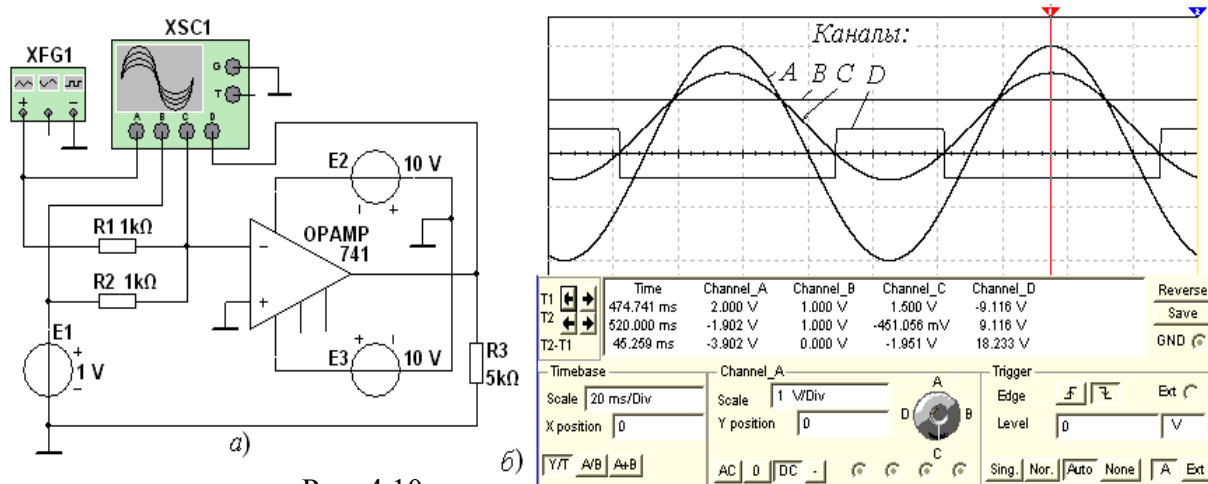

Рис. 4.10
Пункт 3) Задание 3. Открыть файл **4.10a.ms10**, размещённый в папке с лабораторным заданием, или **собрать** на рабочем поле среды MS10 схему для испытания *одновходового* компаратора на ОУ (рис. 4.10, а) и **установить** в диалоговых окнах компонентов их параметры или режимы работы. **Скопировать** схему (рис. 4.10, а) на страницу отчёта.
9. Укажите **выражение**, посредством которого определяют напряжение срабатывания гистерезисного компаратора (см. рис. 4.10).